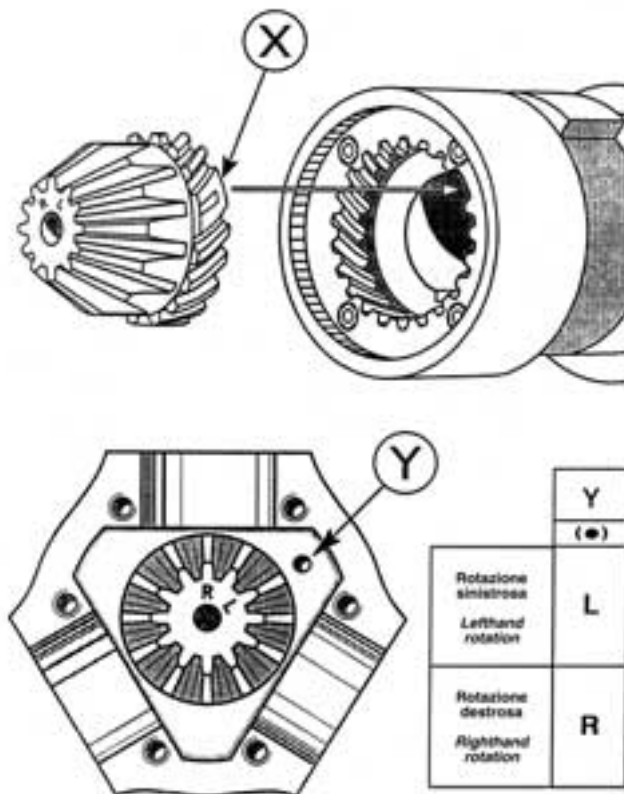

Fig. 3
- C) Inserire l'ingranaggio centrale [6] nella propria sede nel mozzo [1] avendo cura di allineare il taglietto denominato "X", posto sotto l'ingranaggio stesso, con la lettera corrispondente al senso di rotazione del vostro asse motore (vedi tabella Fig.3).
Insert the central cone gear [6] in its seat in the hub [1] making sure to align the little cut named "X", located on the bottom of the central cone gear, with the letter corresponding to sense of rotation of your shaft (Fig. 3)
- E) Localizzate il riferimento denominato "Y" all'interno dell'ogiva [7], costituito da un piccolo foro cieco (Fig. 3). Ruotate l'ogiva [7] fino a far coincidere il riferimento "Y" con il dente dell'ingranaggio conico [6] segnato dalla lettera corrispondente al senso di rotazione del Vostro asse motore. "R" corrisponde alla rotazione destrorsa e "L" a quella sinistrorsa. Per capire il senso di rotazione del
*Locate the mark on the top inside of the spinner [7] (a small drill hole). This is the "Y" mark (Fig. 3). Rotate the spinner [7] until the "Y" mark on the spinner coincides with the correct letter on the top of the cone gear [6]. "R" is for a right hand rotation shaft and "L" is for a left hand rotation shaft. (Shaft rotation is determined from the stern of the boat looking forward). **NOTE:** It is helpful to make a mark between the spinner [7] and the exposed part of the central hub [1], or tape them so that any rotation can be noted and corrected. If the spinner is rotated before the blades are attached it will may alter the setting.*